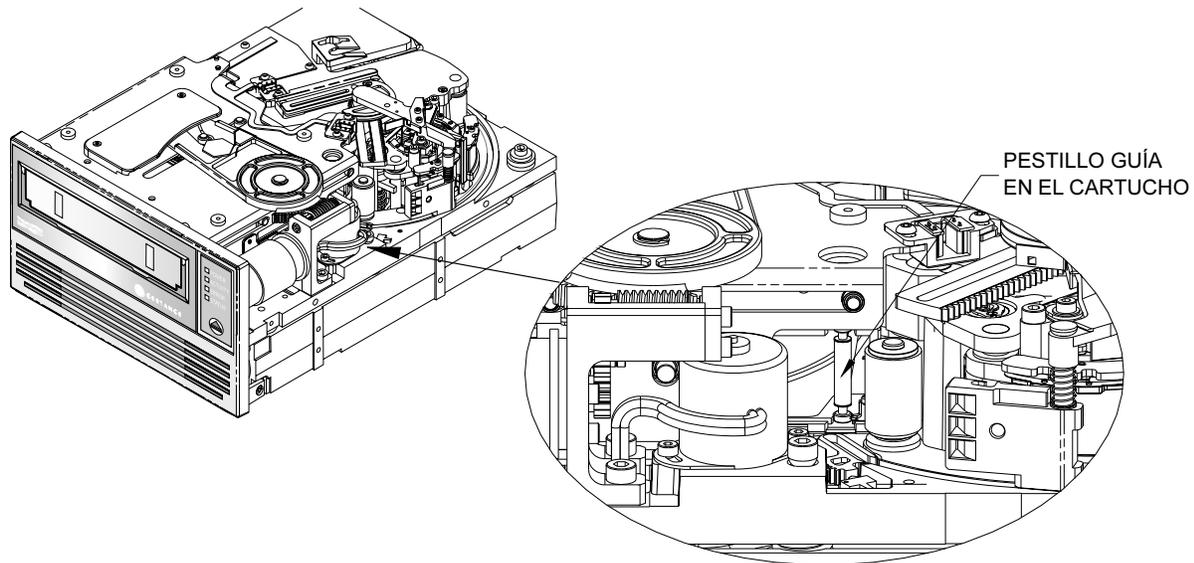

Figura 21. Diagrama de las unidades LTO-1 y LTO-2 con el pestillo guía dentro del cartucho LTO (la cinta no está ensartada en el conector central de colocación)
- Si el cartucho está cargado y el pestillo guía aún está en el cartucho (consulte la Figura 21 en la página 81), vaya a "El cartucho está cargado y asentado" en la página 81.
1. Verifique que el pestillo guía está todavía dentro del cartucho como se muestra en la Figura 21 en la página 81. Si el pestillo guía está fuera del cartucho y todavía se encuentra en el trayecto de la cinta, siga los pasos que se describen en "El cartucho está cargado y asentado con la cinta ensartada" en la página 83.